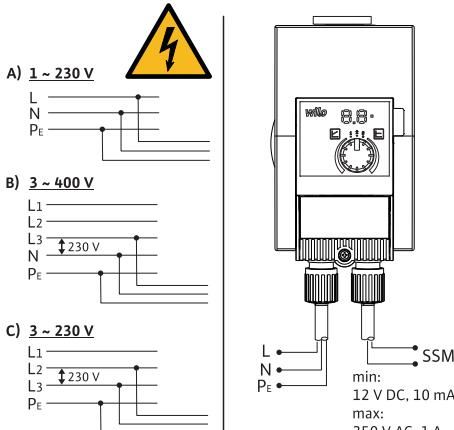

Fig. 3: Pieslēgšanas iespējas
- Pievienot tikai 230 V zemsrieguma elektrotīkliem. Pieslēdzot IT (Isolé Terre) tīkliem, obligāti pārliecinieties, ka spriegums starp fāzēm (L1-L2, L2-L3, L3-L1 → Fig. 3) nepārsniedz 230 V. Klūdas (zemesslēguma) gadījumā spriegums starp fāzēm un PE nedrīkst pārsniegt 230 V.